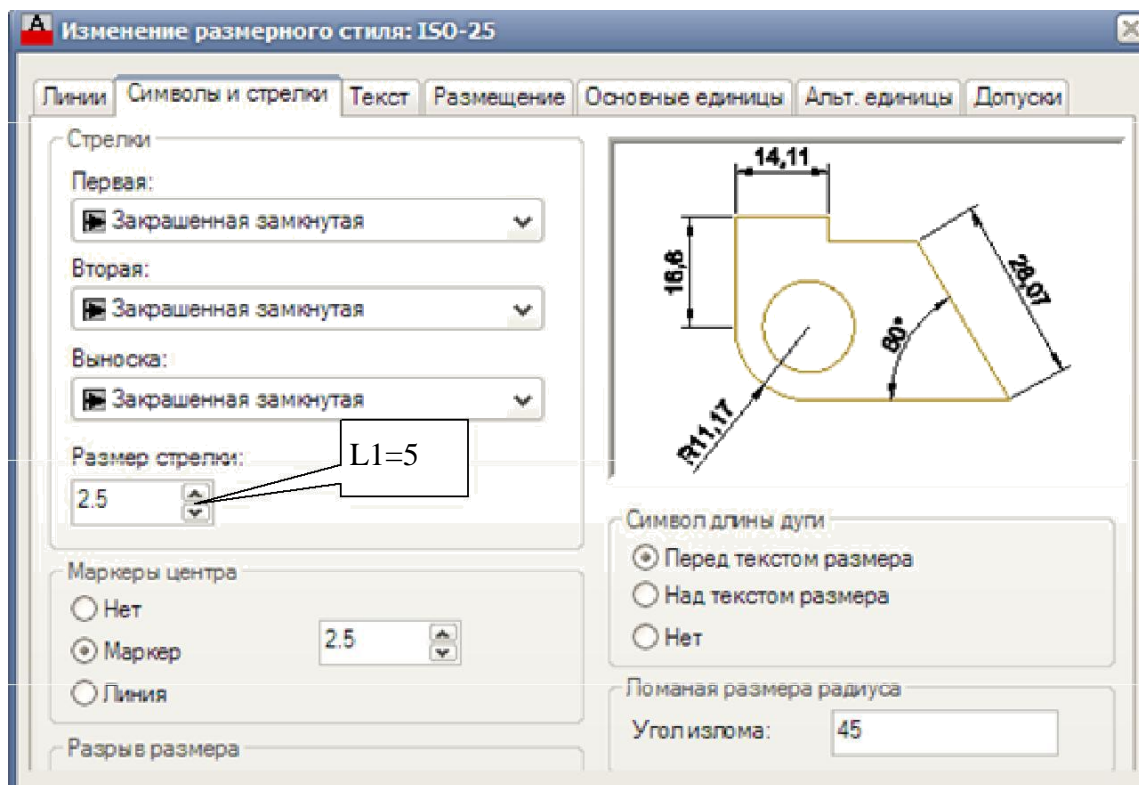

Рис. 3.7. Фрагмент окна **Изменение размерного стиля: ISO-25 (Modify Dimension Style: ISO-25)** вкладки **Символы и стрелки (Symbols and Arrows)**
Щелкнуть на кнопке **Редактировать (Modify)**. В открывшемся диалоговом окне **Изменение размерного стиля: ISO-25 (Modify Dimension Style: ISO-25)** (рис. 3.7) задать следующие параметры:
– вкладка **Символы и стрелки (Symbols and Arrows)** → **Размер стрелки (Arrow size)** – 5 (рис. 3.7);